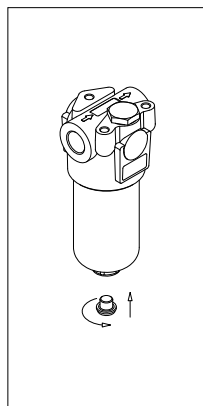

fig. 3
- (Fig. 3) Serrare il tappo di drenaggio facendo riferimento alla tabella delle coppie di serraggio al paragrafo 3